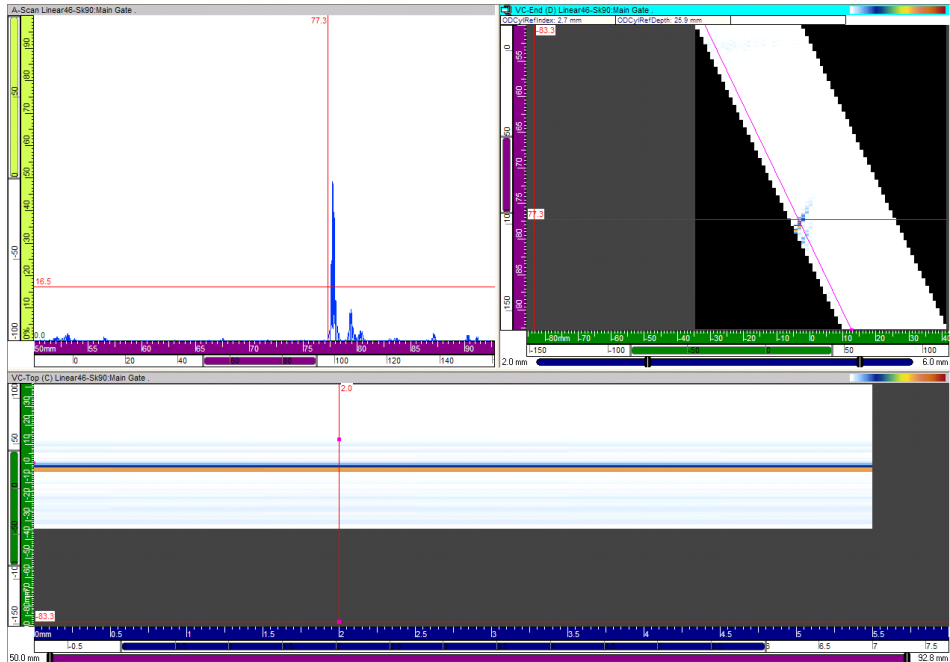

Figure 7-80 Analyse de mesures cylindrique d'un balayage linéaire
2. Consultez le Figure 7-80 à la page 443 et effectuez les tâches suivantes :
- b) Lisez les valeurs de la correction cylindrique dans la vue VC-END (D).